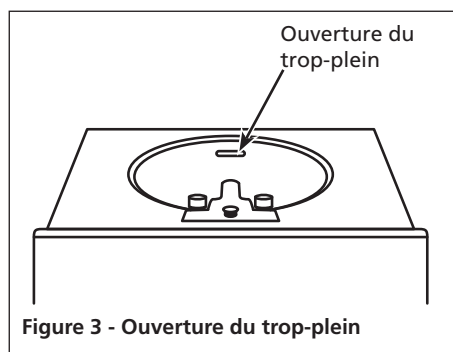

Figure 3 - Ouverture du trop-plein
7. Couvrir l'ouverture de trop-plein du bassin (voir la figure 3) avec un chiffon mouillé ou du ruban adhésif en toile.